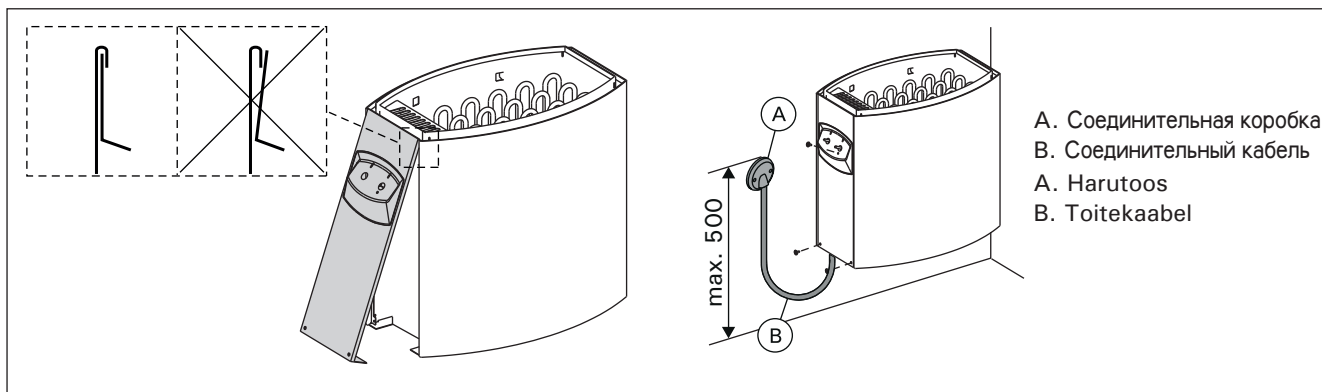

Рисунок 8. Установка крышки распределительной коробки (все размеры приведены в миллиметрах)
- Каменка гибким проводом подсоединяется к соединительной коробке (рис. 8: А) на стене сауны. Соединительная коробка должна быть брызгозащищенной и находиться на расстоянии не выше 500 мм от пола.
- В качестве кабеля (рис. 8: В) следует использовать резиновый кабель типа HO7RN-F или подобный. **ВНИМАНИЕ! Использование кабеля с ПВХ-изоляцией запрещено вследствие его разрушения под воздействием тепла.**
- **При установке крышки распределительной коробки каменки убедитесь, что верхний край крышки расположен правильно.** При его неправильном расположении возможно попадание воды в распределительную коробку каменки. Рис. 8.